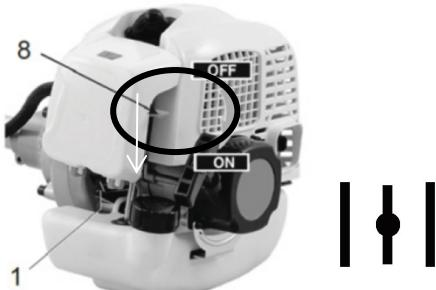

Fig.16
- 5) Gire la palanca del estrangulador a la posición de marcha cuando arranque el motor.(Fig.16)